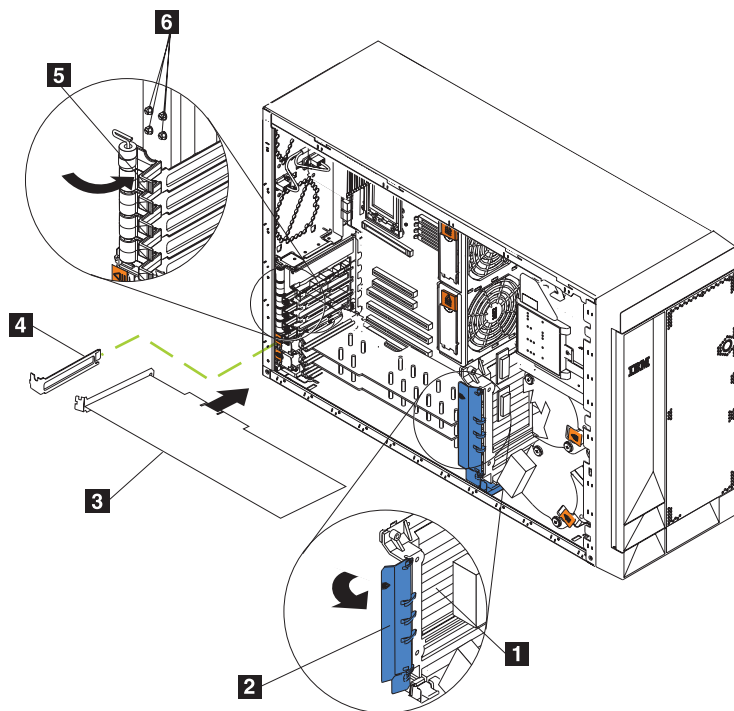
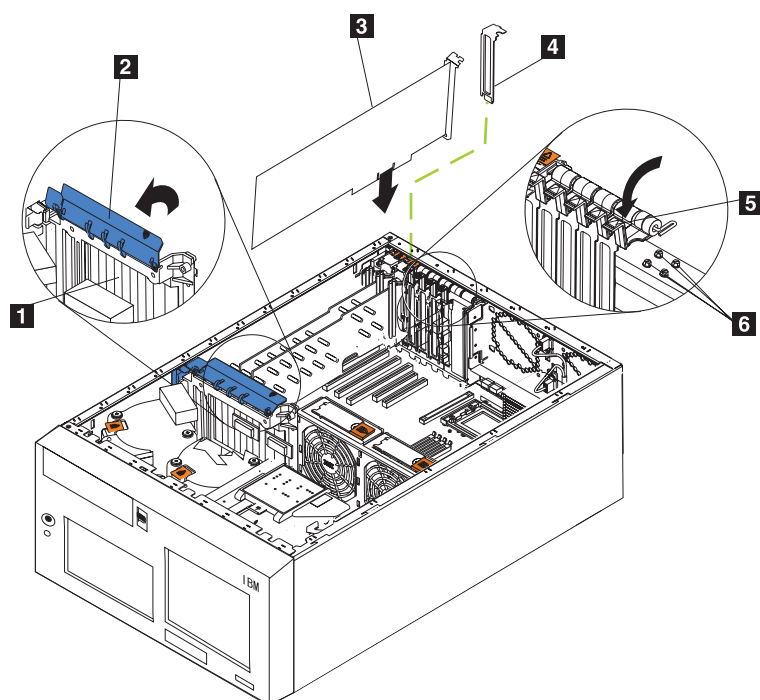

図 114. ServeRAID コントローラーの交換 (モデル 25T)
図 115. ServeRAID コントローラーの交換 (ラック・マウント変換機構付きモデル 25T)
- d. 204 ページの図 114 および 204 ページの図 115 を参照して既存のアダプターを取り外します。
- b. 204 ページの図 114 および 204 ページの図 115 を参照して、障害のある ServeRAID-5i コントローラーを取り外します。
- d. 204 ページの図 114 および 204 ページの図 115 を参照してアダプターを取り外します。